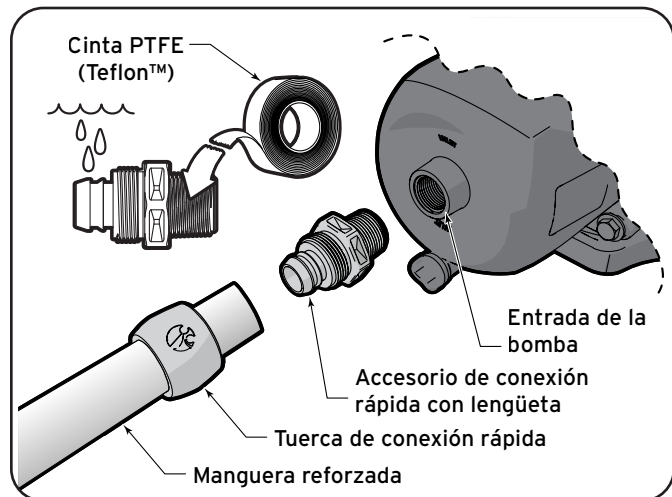

Figura 9. Instalación de la conexión rápida
5. Aplique de 4 a 6 vueltas de cinta PTFE (Teflon™) en las roscas cónicas en los cuatro accesorios de lengüeta. Asegúrese de colocar la cinta en la dirección opuesta a la del giro de las roscas macho, a fin de lograr un sellado hermético. Consulte la Figura 9.
8. Deslice la tuerca de conexión rápida sobre la manguera reforzada. Consulte la Figura 9.
9. Use agua para lubricar las lengüetas. Consulte la Figura 9.
12. Instale un segundo accesorio de lengüeta de conexión rápida en la entrada de succión de la bomba. Consulte la Figura 9.